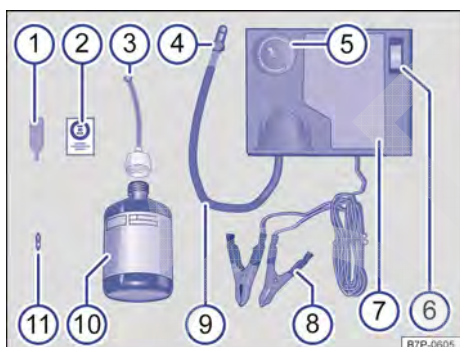

Fig. 286 Representação esquemática: componentes do kit de reparo dos pneus (variante 1).
O kit de reparo dos pneus encontra-se no compartimento de bagagem sob o assoalho do compartimento de bagagem. Ele é composto pelos seguintes componentes → **Fig. 286**:
12. Colar a etiqueta adesiva → Fig. 286 ② do kit de reparo dos pneus no campo de visão do condutor no painel de instrumentos.
- Com a chave para remoção do elemento da válvula → Fig. 286 ①, desenroscar o elemento da válvula da válvula do pneu e colocá-lo sobre uma superfície limpa.
- Agitar a garrafa para enchimento dos pneus → Fig. 286 ⑩ algumas vezes com força.
- Rosquear a mangueira de enchimento → Fig. 286 ③ com firmeza no sentido horário sobre a garrafa para enchimento dos pneus. A película na tampa é perfurada automaticamente.
- Remover a vedação da tampa da mangueira de enchimento → Fig. 286 ③ e introduzir a extremidade aberta na válvula do pneu.
- Rosquear novamente o elemento da válvula com a chave para remoção do elemento da válvula → Fig. 286 ① na válvula do pneu.
- Rosquear a mangueira de enchimento dos pneus → Fig. 286 ⑨ do compressor de ar com firmeza na válvula do pneu.
- Conectar o compressor de ar com os terminais de 12 V → Fig. 286 ⑧ apenas nos pontos de auxílio à partida no compartimento do motor → Fig. 288. Conectar o terminal vermelho do cabo do compressor no positivo (+) e o terminal preto no negativo (–).
- Ligar o compressor de ar com o interruptor LIGA-DESLIGA → Fig. 286 ⑥.
Reconectar a mangueira de enchimento dos pneus → Fig. 286 ⑤ e ler a pressão dos pneus no manômetro de pressão dos pneus ⑥.